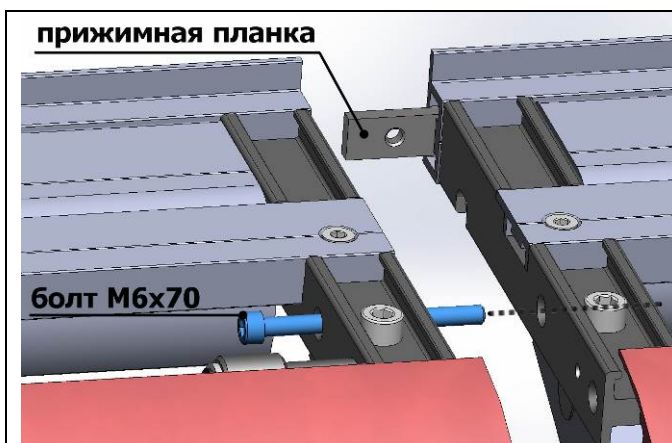

рис. 5
- через кронштейны суперструктуры при помощи болта М6х70 и гаек М6 (рис.5)